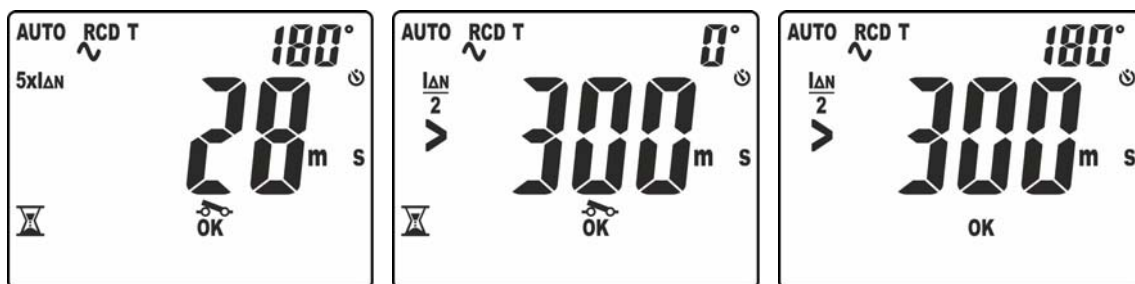

Abb. 33: Auslösezeit im Modus AUTO – Bildschirmseiten 2
13. Der vierte Test wird mit Prüfstrom $5xI_{\Delta n}$ und Polarität 180° durchgeführt. Das Ergebnis der Teilmessung erscheint im Display mit Angabe "OK" oder "NICHT OK" (siehe Abb. 33 – rechte Seite). Das blinkende Symbol "⚡" gibt an, dass der RCD wieder eingeschaltet werden muss.
14. Der fünfte Test wird mit Prüfstrom $\frac{1}{2}I_{\Delta n}$ und Polarität 0° durchgeführt. Das Ergebnis der Teilmessung erscheint im Display mit Angabe "OK" oder "NICHT OK" (siehe Abb. 33 – Mitte). Die Meldung ">300ms" gibt an, dass der Grenzwert für den RCD überschritten wurde, und gibt somit an, dass der RCD (in dem Fall korrekt) nicht ausgelöst wurde. Das blinkende Symbol "⚡" gibt an, dass der RCD wieder eingeschaltet werden muss.
15. Der sechste und letzte Test wird mit Prüfstrom $\frac{1}{2}I_{\Delta n}$ und Polarität 180° durchgeführt. Das Ergebnis der Teilmessung erscheint im Display (siehe Abb. 33 – rechte Seite). Die Meldung ">300ms" gibt an, dass der Grenzwert für den RCD überschritten wurde, und gibt somit an, dass der RCD (in dem Fall korrekt) nicht ausgelöst wurde. Die Angabe "OK" oder "NOT OK" gibt in diesem Fall auch das Endergebnis des Tests an.